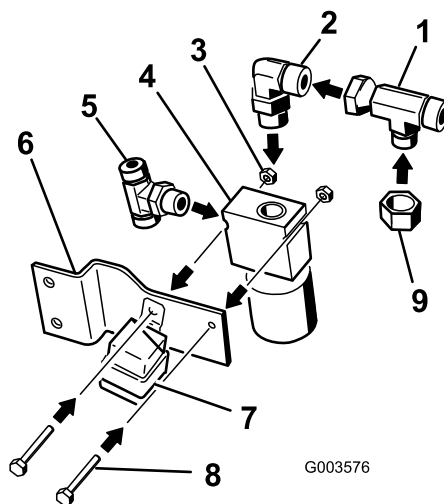

Figura 12
1. Montate i raccordi rispettando gli angoli illustrati nelle figure. Montate il raccordo a T sul lato della valvola. Fate riferimento alla Figura 12 per sapere qual è il raccordo a T corretto.
2. Montate un gomito a 90° piccolo sopra la valvola (Figura 12).
3. Montate l'adattatore a T sul gomito a 90°. Fate riferimento alla Figura 12 per sapere qual è il raccordo a T corretto.
4. Montate il tappo sull'adattatore a T (Figura 12).
6. Installate la valvola sulla relativa staffa con 2 bulloni ($\frac{1}{4}$ " x $1\frac{3}{4}$ ") e 2 dadi ($\frac{1}{4}$ "); fate riferimento alla Figura 12.